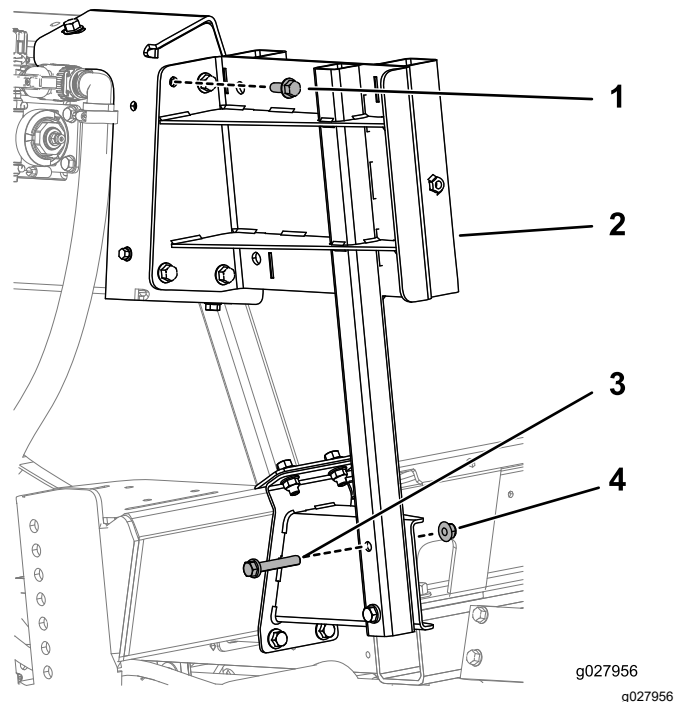

Figura 13
5. Prenda o suporte de apoio da prateleira do cilindro aos suportes superior e inferior utilizando 4 parafusos ($\frac{3}{8}$ -16 x 1 pol.), 2 parafusos ($\frac{3}{8}$ -16 x 2 $\frac{1}{4}$ pol.) e 6 porcas flangeadas ($\frac{3}{8}$ -16 pol.) como se mostra na Figura 13.